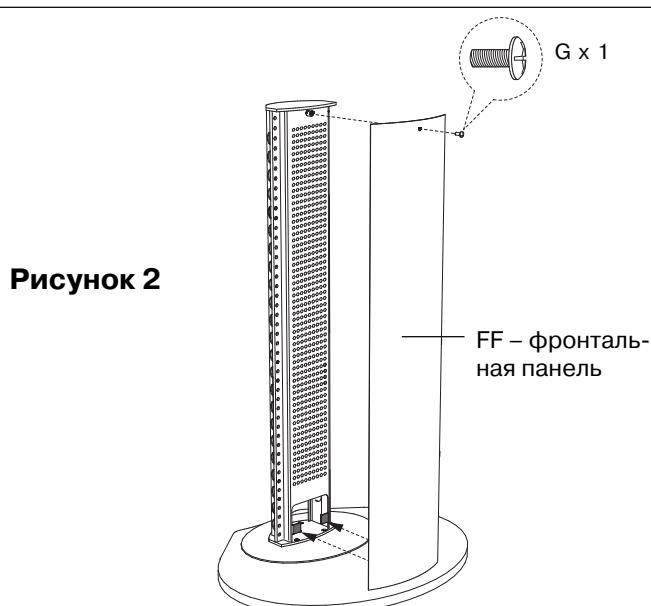

Рисунок 2
4. Прикрепите фронтальную защитную панель (F) к лицевой стороне каркаса с помощью длинных винтов с головкой Phillips 5/8" (G), как показано на рис.2. Нижний край панели прикрепляется с помощью липучки (ленты Velcro). Примечание: фронтальная защитная панель имеет более плоский изгиб. В нижней части тыловой панели имеется вырез.